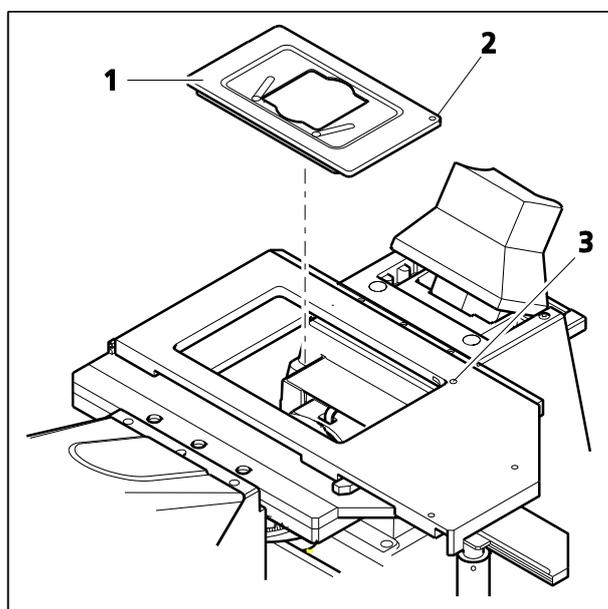

Fig. 22 Insertion du cadre de montage K
- Insérer alors le cadre de montage K (Fig. 22/1) dans la platine mécanique. Pour ce faire, placer l'angle du cadre de montage muni d'un point rouge (Fig. 22/2) sur la platine mécanique également marquée d'un point rouge (Fig. 22/3). Pousser ensuite le cadre de montage en diagonale sur les ressorts et vers le bas dans l'encoche. S'assurer que le cadre de montage est correctement positionné.